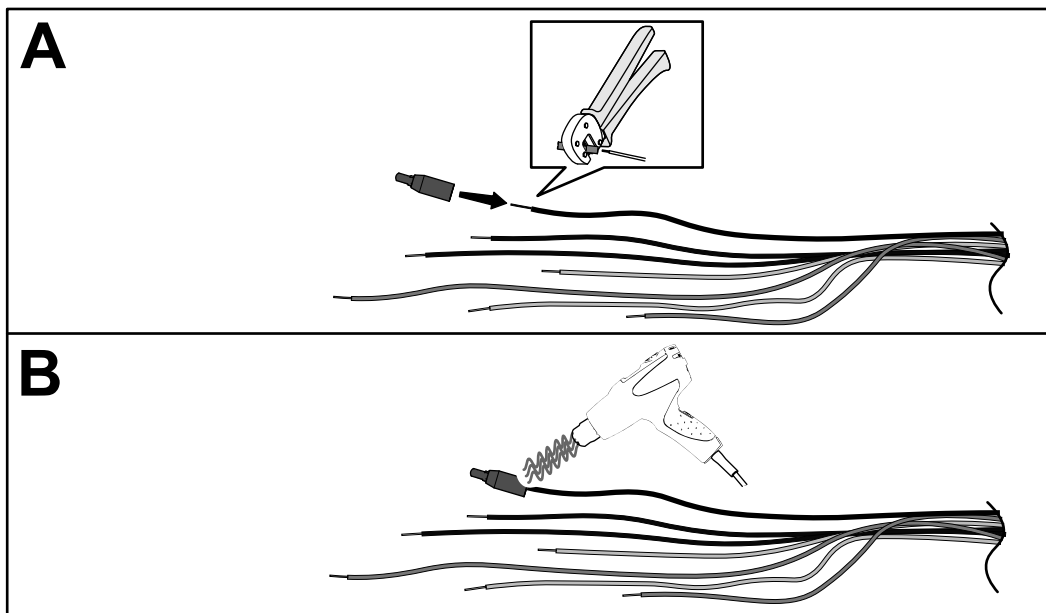

図 6
6. 既存のワイヤハーネスの灰色の電線の 1 本に、サイズ 22-14 AWG の合うカシメ工具を使って、クローズドエンドスプライスを取り付ける 図 6 の A を参照。
7. 適切なヒートガンを使用して、接着剤がはみ出るまでスプライスの絶縁体を熱収縮させる 図 6 の B。